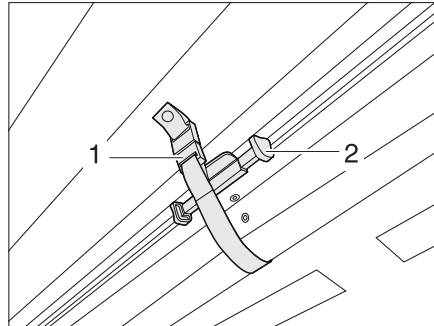

Bild 15 Sicherung der faltverdunklung Frontscheibe
- Die faltverdunklung für die Frontscheibe mit dem Griff (Bild 15,2) nach oben schieben, bis sie einrastet. Mit der verschlusssschleife (Bild 15,1) sichern. Die faltverdunklung ist gesichert.